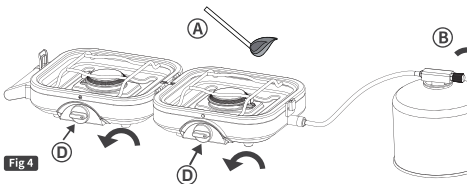

Fig 4
USANDO LA ESTUFA (Fig.4)
1. Abra el suministro de gas girando la perilla de control del suministro de gas (2) en sentido antihorario aproximadamente ¼ a ½ vuelta.
2. Para el encendido piezoeléctrico: gire la perilla de encendido y control del quemador (8) completamente en sentido antihorario hasta que haga clic para encender el quemador. Se escuchará salir gas del quemador de la estufa. (NOTA: si el encendido piezoeléctrico falla, cierre el gas girando la perilla en sentido horario hasta el tope (flecha apuntando a "OFF"). Espere entre diez y veinte segundos antes de intentarlo de nuevo, o utilice el procedimiento de encendido con llama descrito a continuación).
3. Para encendido con llama: acerque un fósforo o similar al quemador (Fig.4A) y gire gradualmente la perilla en sentido antihorario (flecha apuntando a "ON") (Fig.4-D). (ADVERTENCIA: use siempre precaución para evitar quemaduras).